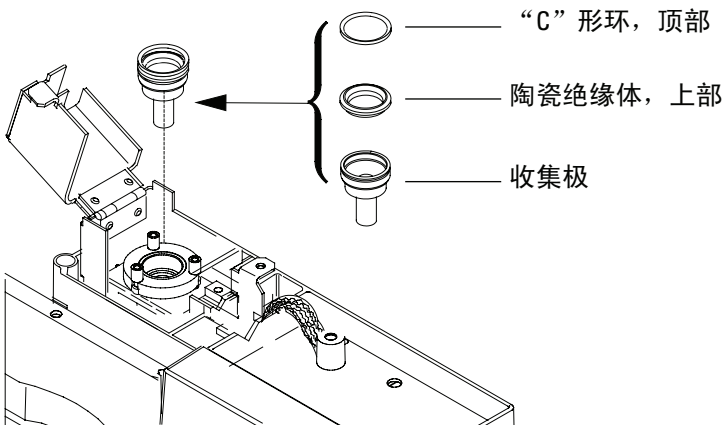

图5 NPD 收集极、上绝热体和“C”形圈
- 20 安装“C”形圈下扣环、陶瓷绝缘体和“C”形圈上扣环。请参见图 5。